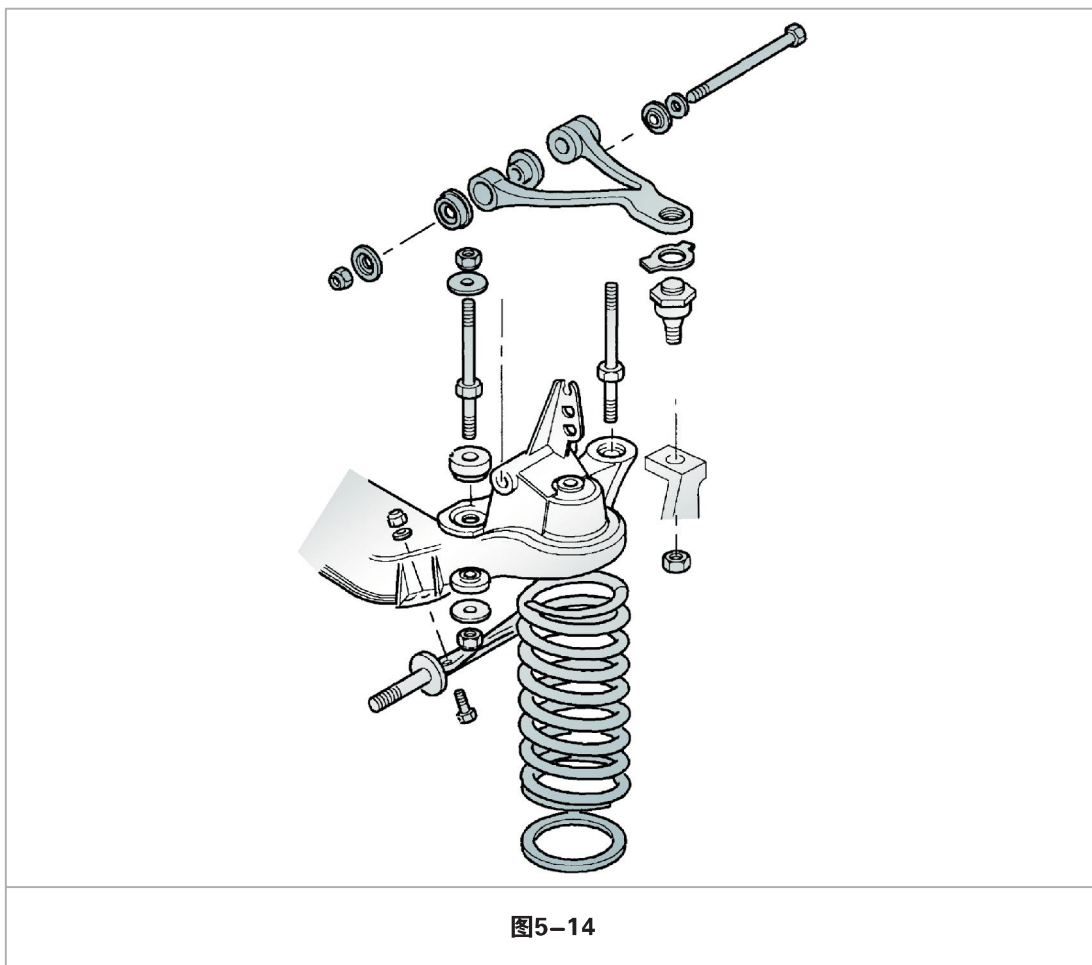

图5-14
6. 润滑螺旋弹簧压缩器(Klann KL-0021)中间的螺丝。把专用工具顶部的压力板（上面带有三点安全互锁）插入到弹簧最高的那个线圈里，以使压力板边缘的轮廓安全唇朝向下部。采用类似的方法，把专用工具底部的压力板插入到弹簧最低的那个线圈里，以使压力板边缘的轮廓安全唇朝向上部。（如图5-14所示）